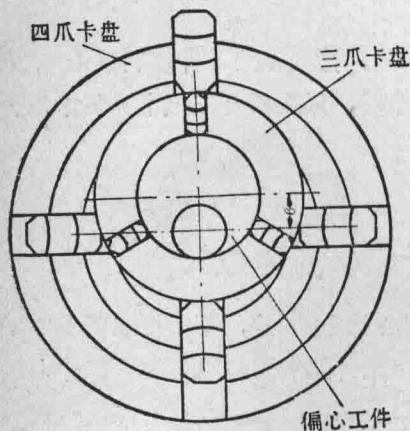

图19 在联合卡盘上車削偏心工件。
1. 把三爪卡盘夹在四爪卡盘中(图 19)，并在三爪卡盘中装夹一根光滑軸(直径大小沒有关系，但表面需要光洁)，然后用千分表校正，使四爪卡盘在轉动时光滑軸不調(摆动)。在校正过程中，如果光滑軸和旋轉中心不一致，就必须調节四爪卡盘的卡爪来校正。